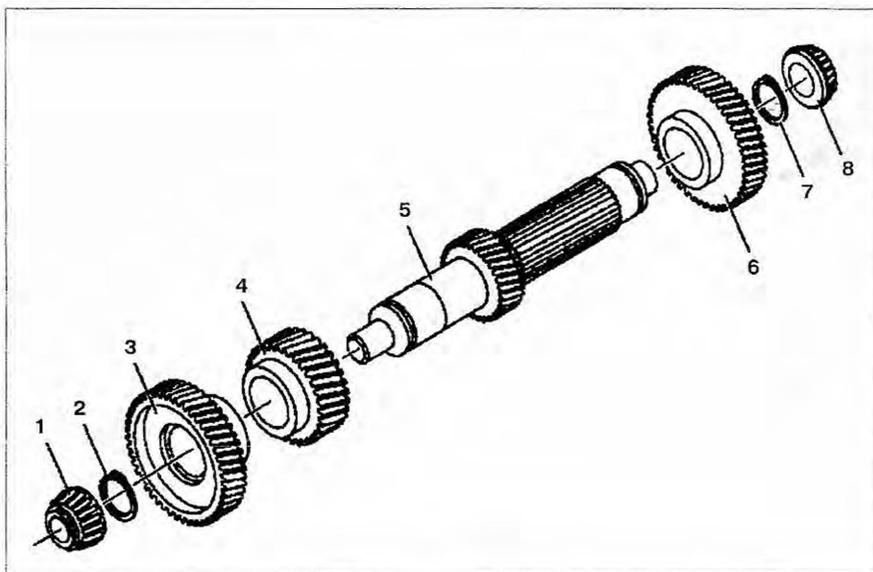

Рис. 4.61. Промежуточный вал:
2. Снимите конический роликовый подшипник 1 (рис. 4.61).